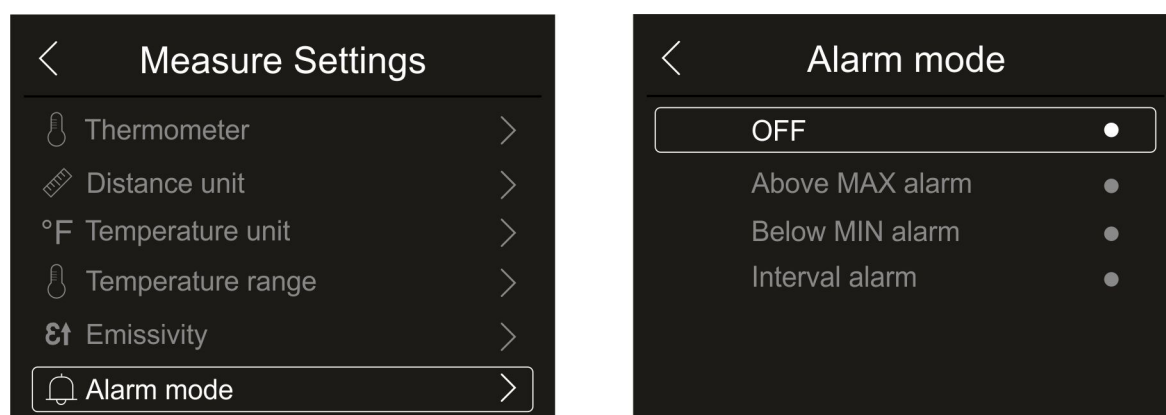

Fig. 29: Menu de ativação de limites de alarme de medição
1. Clique no item “Image Align”. Fig. 29 - parte central é mostrada no dispositivo onde há uma sobreposição das duas imagens com baixo nível de infravermelho.
2. Clique nas 4 setas no dispositivo para mover a imagem IR sobrepondo-a à visível (ver Fig. 29 - lado direito)